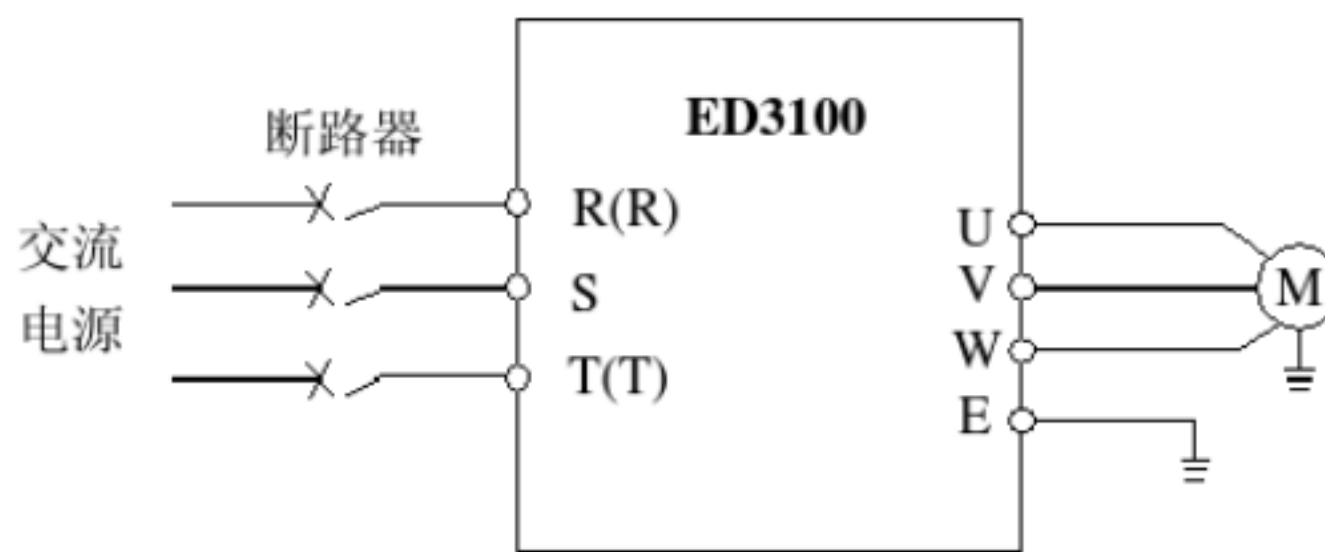

图 3-3 主回路简单配线
- (1) 接线前,确保已完全切断电源 10 分钟以上,否则有触电危险。
- (2) 严禁将电源线与变频器的输出端 U、V、W 连接。
- (3) 变频器本身机内存在漏电流,为保证安全,变频器和电机必须安全接地,接地线一般线径为 3.5mm^2 以上铜线,接地电阻小于 10Ω 。
- (4) 变频器出厂前已通过耐压试验,用户不可再对变频器进行耐压试验。
- (5) 变频器与电机之间不可加装电磁接触器和吸收电容或其它阻容吸收装置,如图 3-3。
- (6) 为提供输入侧过电流保护和停电维护的方便,变频器应通过中间断路器与电源相连。
- (7) 继电器输入输出回路的接线(DI1~DI6、DO1、DO2、DO3),应选用 0.75mm^2 以上的绞合线或屏蔽线,屏蔽层一端悬空另一端与变频器的接地端子 E 相连,接线长度小于 50m。